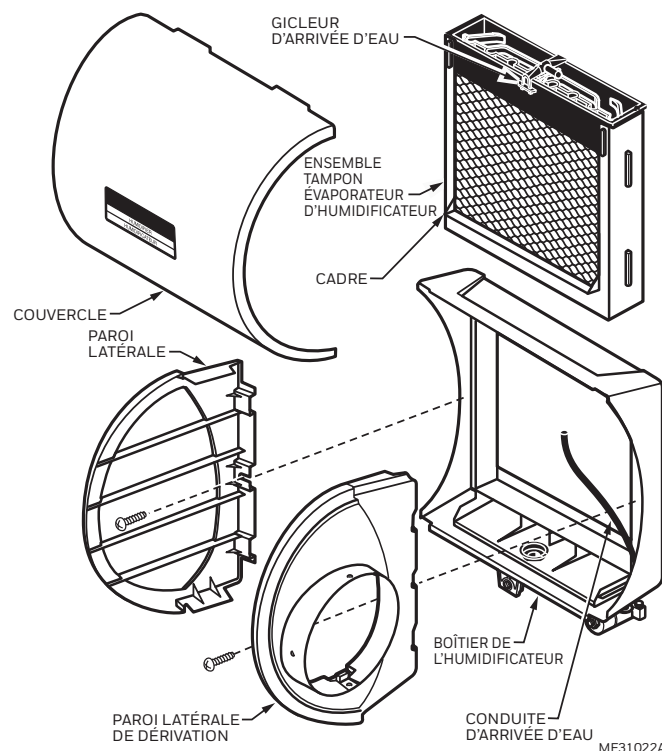

Fig. 4. Démontage de l'humidificateur.
6. Démonter l'humidificateur, retirer le couvercle et sortir le tampon de l'humidificateur. Voir la Fig. 4.